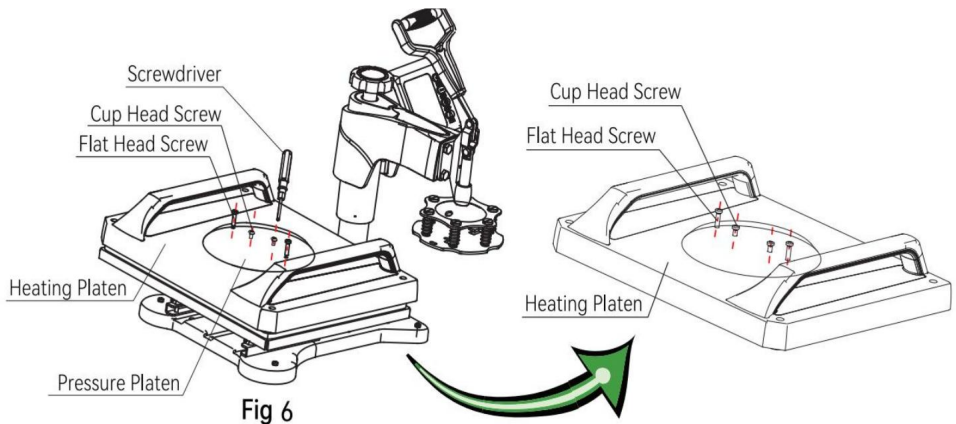

Fig 6
6. Placez la plaque de pression à plat sur la plaque chauffante, alignez-la avec le trou. Prenez 4 vis à tête large et serrez-les avec un tournevis. Prenez 2 vis à tête bombée et fixez-les au trou au milieu de la plaque de pression. À ce stade, ne fixez pas les vis à tête bombée : réservez 5 à 7 mm pour l'étape d'installation suivante (comme indiqué sur la figure 6).